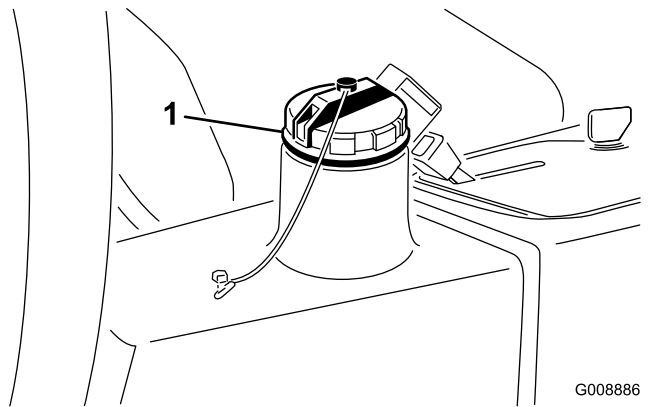

图75
4. 向液压油箱（图75）注入约 13.2L 液压油；请参阅检查液压系统（页码 24）。